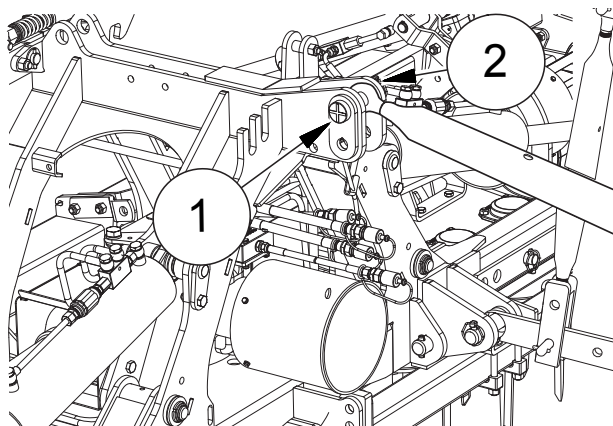

FIG. 27
- Den Koppler des Hebers an den 3-Punkt-Anschluss nähern ("Fig. 27"). Den Koppler so regulieren, dass die Maschine auf den Boden positioniert bleibt. Den Anbau-Pin einsetzen (1). Den Pin mit dem ausgestatteten Auslöse-Splint sperren (2).